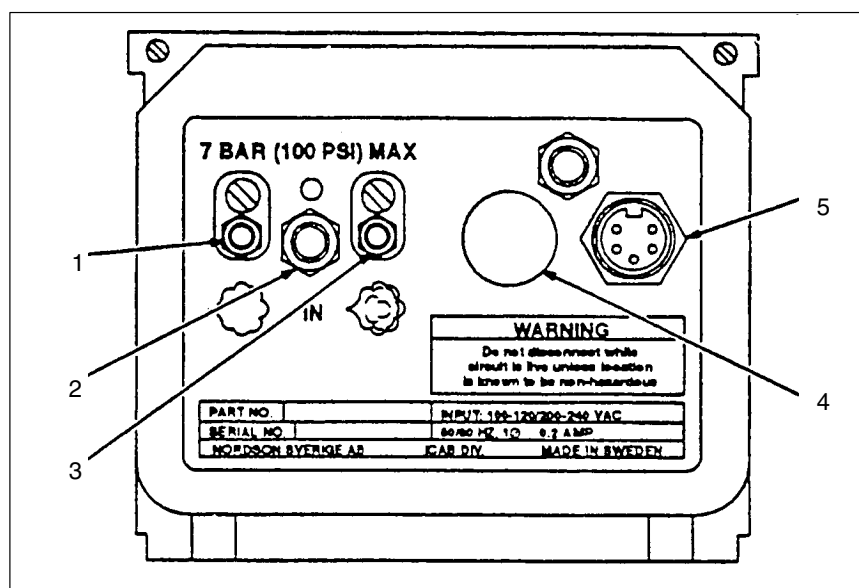

Bild 3-3 Elektriska och pneumatiska anslutningar
1. Se bild 3-3. Stick i kontakten på matningsspänningskabeln som levererats med enheten i kontakten på den bakre panelen, märkt matningsspänning (POWER INPUT).
Se bild 3-3. Anslut en 10 mm luftslang från den mellersta slanganslutningen på den bakre panelen, märkt IN, till det matande nätet, eller till fördelaren i racken.